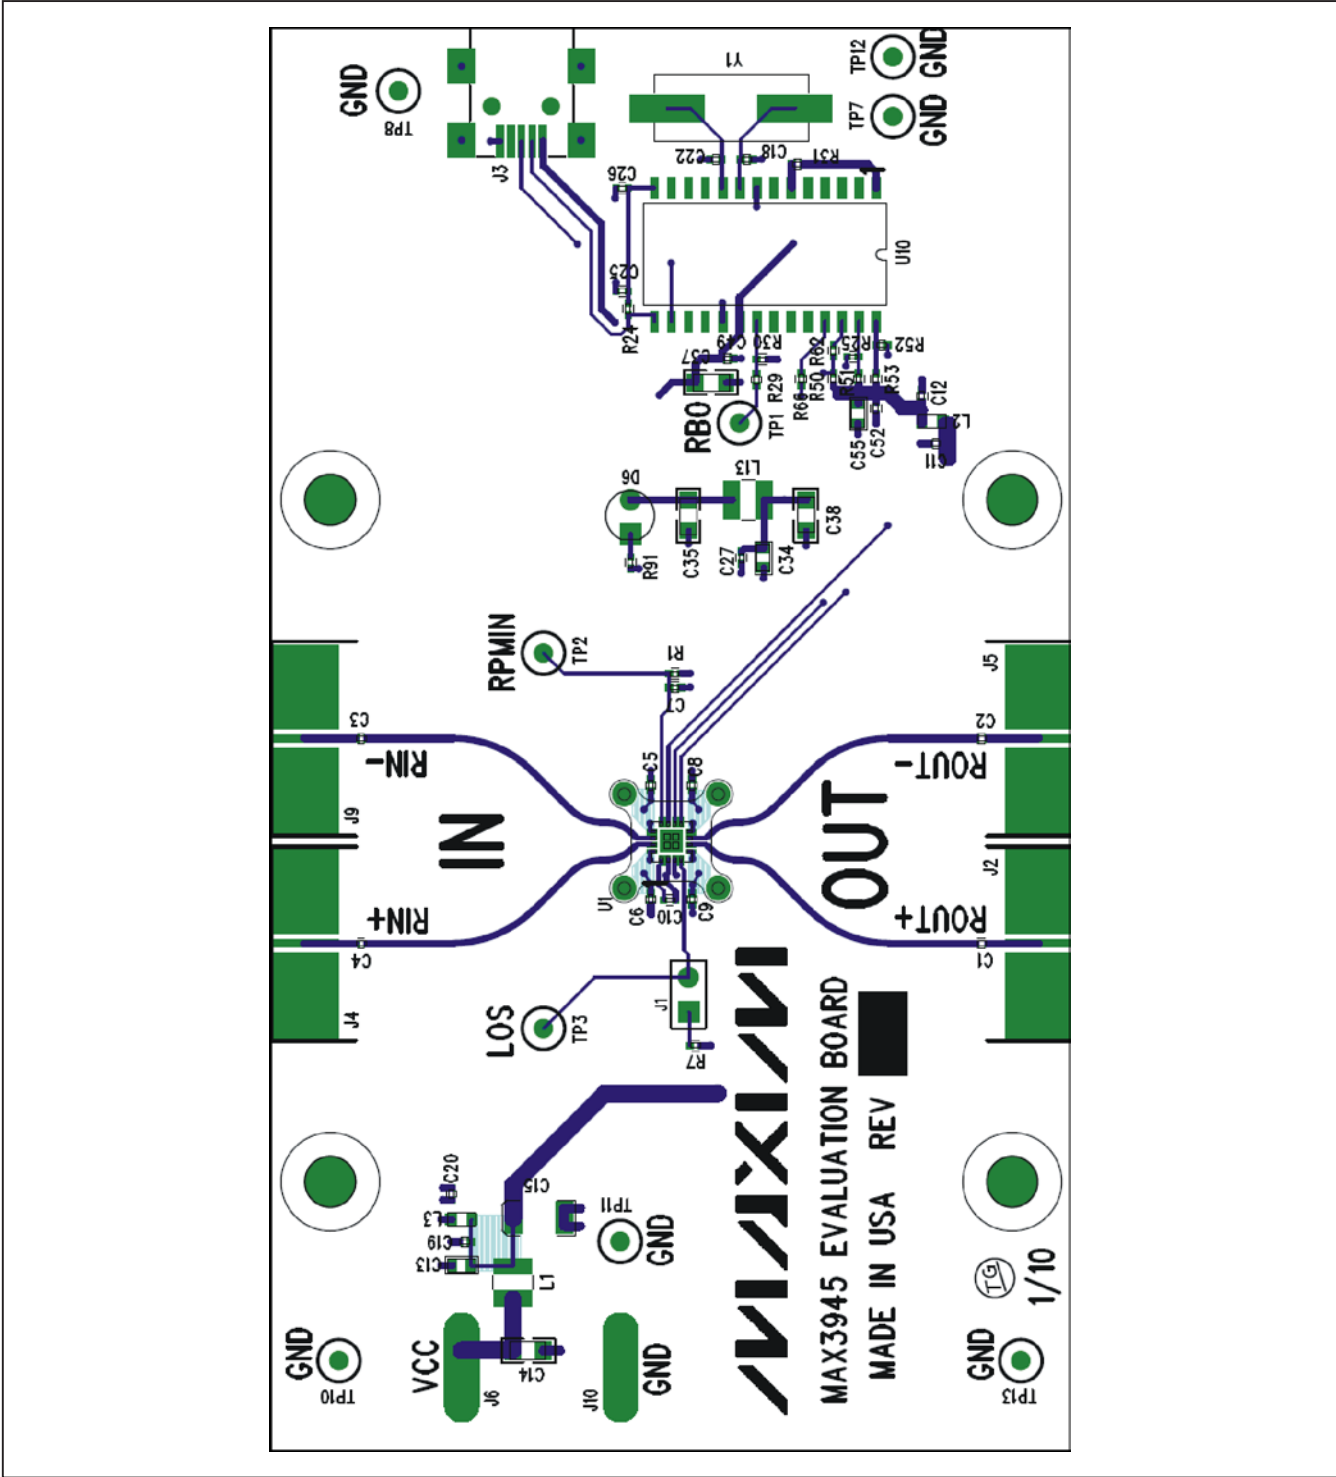

图2. MAX3945评估板元件布局—元件层
- 1) 评估没有程序控制的MAX3945很简单。连接跳线J1，如图2所示。此时，不要用USB电缆连接评估板与计算机。没有程序控制时，MAX3945工作在默认状态，默认状态如表1所示。